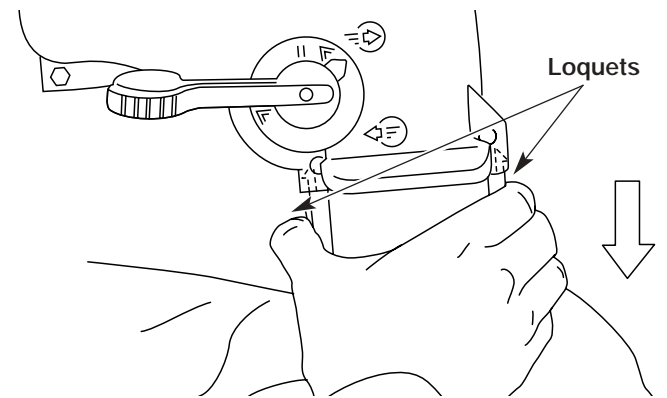

Fig. 5
1. Appuyez sur les loquets situés de chaque côté de l'adaptateur du sac aspiration et retirez le sac de l'aspirateur de l'appareil (Fig. 5).